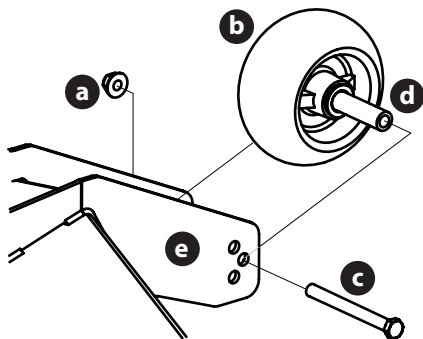

Fig. 31
- Retirez le contre-écrou (a) qui fixe l'une des roues de jauge avant (b) au plateau de coupe. Retirez la roue de jauge avant (b), la vis hexagonale (c) et l'entretoise (d) (Fig. 31).
- Insérez la vis hexagonale (c) dans l'un des trois trous de repérage du support de la roue de jauge avant (e) qui permettra à la roue de jauge avant (b) d'avoir un espace de 1/4-1/2 po (6,4 à 12,7 mm) avec le sol (Fig. 31).
- Prenez note du trou de repérage de la roue de jauge avant qui vient d'être ajustée (b), et ajustez l'autre roue de jauge avant (b) dans le trou de repérage correspondant de l'autre support de roue de jauge avant (e) (Fig. 31).